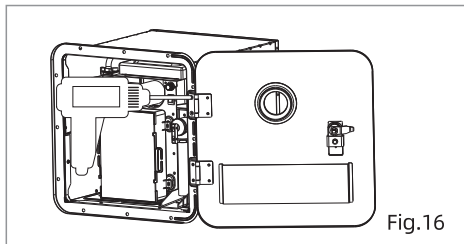

Fig.16
4. Installez la porte du chauffe-eau. (Fig.16)